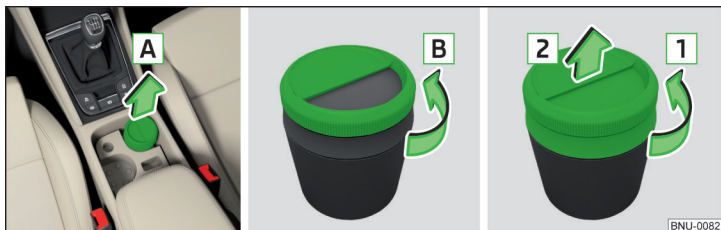

Abb. 130 Aschenbecher herausnehmen / öffnen / zerlegen
► Den Aschenbecher in Pfeilrichtung **A** herausnehmen » Abb. 130. Das Einsetzen erfolgt in umgekehrter Reihenfolge.